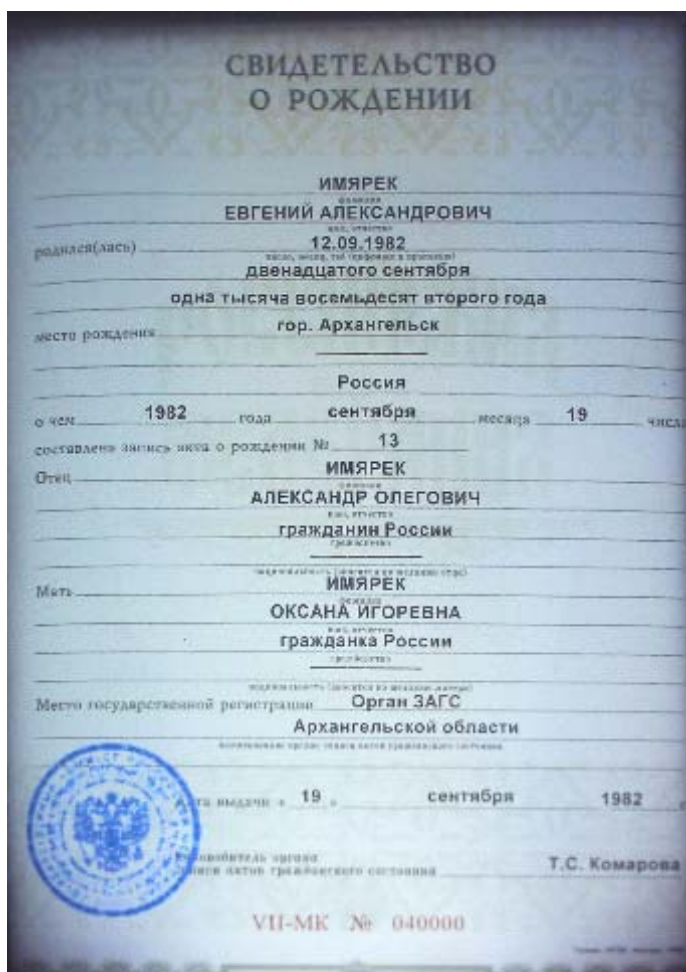

Рисунок 3.1 – Расположение свидетельства о рождении гражданина Российской Федерации в зоне сканирования
3.2.3 При сканировании свидетельства о рождении гражданина РФ (рисунок 3.1) его следует расположить так, чтобы на просвет была видна надпись «Свидетельство о рождении» (верхняя часть документа) и одновременно номер (нижняя часть документа).